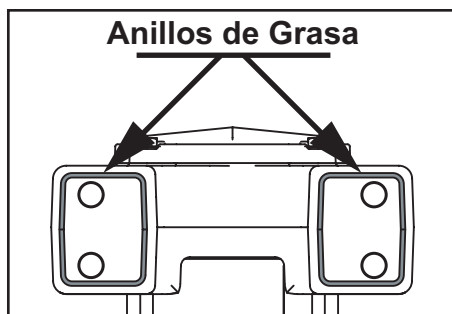

Figura 3. Pies de Montaje para Vibrador
Si no se utiliza un temporizador (Figura 3), pase al paso 7.
10. Por debajo de la caja del camión y alrededor del punto de pivote en una posición donde el cable no se pellizque ni se estire cuando se suba o baje la caja. (Véase la Figura 3.)
17. Asegúrese de que la caja del camión esté correctamente conectada a tierra colocando una correa de tierra detrás del punto de pivote y uniéndola al chasis del camión. Esto garantizará que el vibrador tenga la mejor conexión a tierra posible. (Ver Figura 3). Use cable #4 y terminales de anillo proporcionados para hacer una correa de tierra.